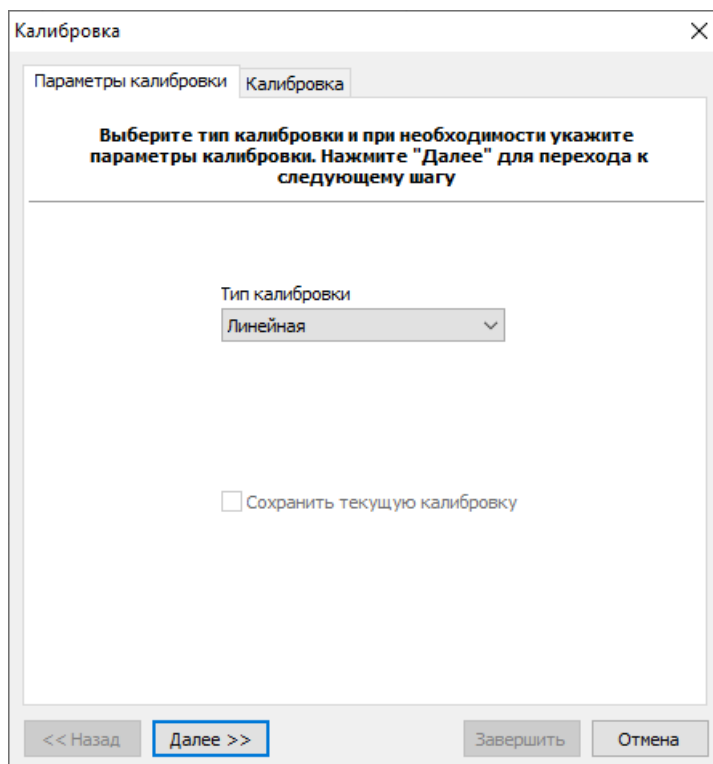

Рисунок 49. Вкладка "Параметры калибровки"
1. Если в диалоге присутствует вкладка **"Параметры калибровки"**, то укажите в ней подходящий тип калибровки (Рис. 49).